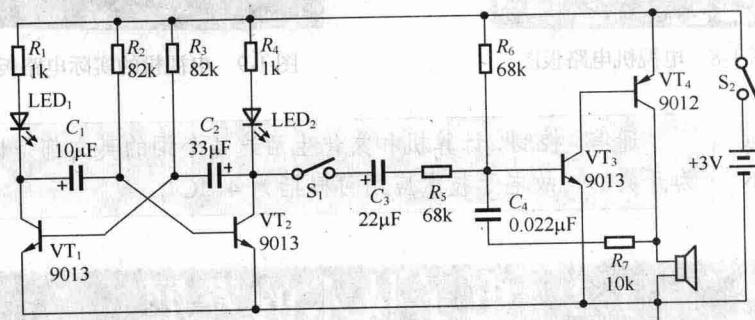

图 1-14 分立电路
(4) 各种单个的器件和元件连接起来，构成分立电路，如图 1-14 所示。